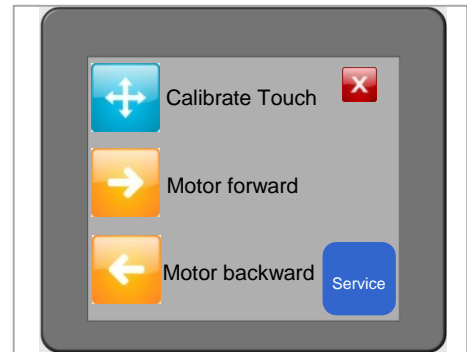
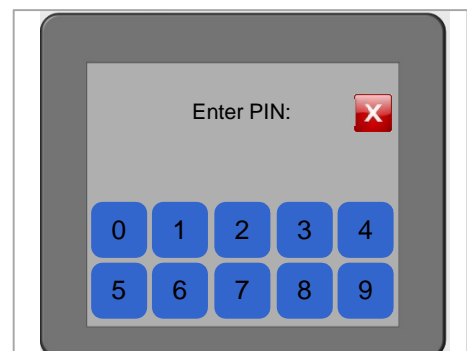

Abb. 7.12
Abb. 7.13
Durch Drücken des Symbols  gelangt man in das Einrichtemenü (Abb. 7.12)
Um das Einrichtemenü zu verlassen, drücken  das Symbol (Abb. 7.12)
- + Drücken Sie das Symbol  um den Motor schrittweise/langsam vorwärts laufen zu lassen (Abb. 7.12).
- + Drücken Sie das Symbol  um den Motor schrittweise/langsam rückwärts laufen zu lassen (Abb. 7.12).
Der Service Button  (Abb. 7.12) ist nur für den Hersteller der elektrischen Crimpmaschine AT-300 zugänglich und durch einen PIN (Abb. 7.13) geschützt. Dieses Menü beinhaltet Einstellungen, welche nur für den Einbau und Justage der Steuerung bestimmt sind.